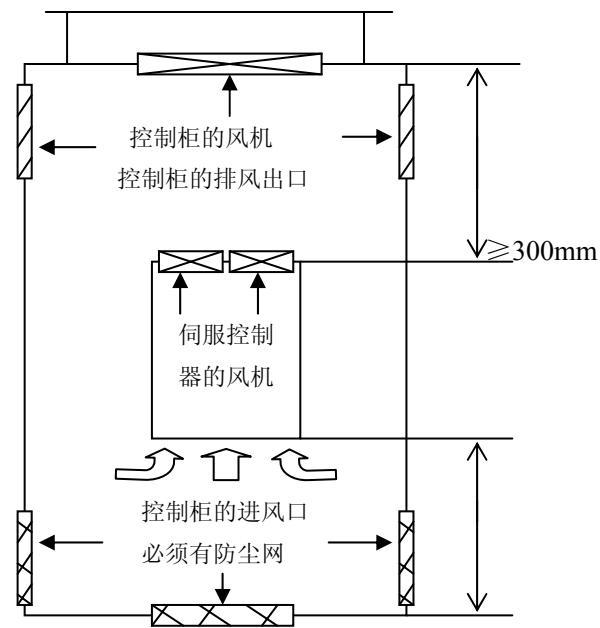

图 2.3 伺服控制器在多粉尘现场的安装示意图
• 在多粉尘现场，特别是多金属粉尘、絮状物的场所使用伺服控制器时，请采取正确、合理的防尘措施以确保伺服控制器正常工作。按照图 2.3 所示进行安装，并注意以下事项：